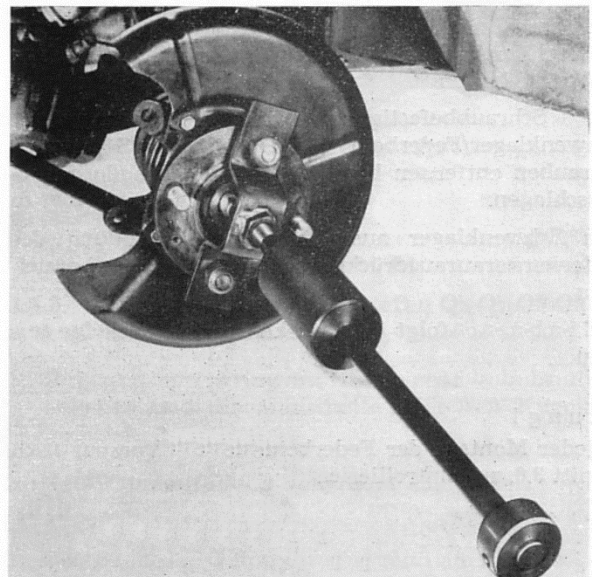

Bild F 11. Radmitnehmer mit dem Spezialwerkzeug „Konerschlaggerät“ herausziehen
6. Bundmutter abschrauben und den Radmitnehmer nach vorn (entsprechend Bild F 11) herausziehen. Der Profilzapfen der Gelenkwelle dient dabei als Führung.